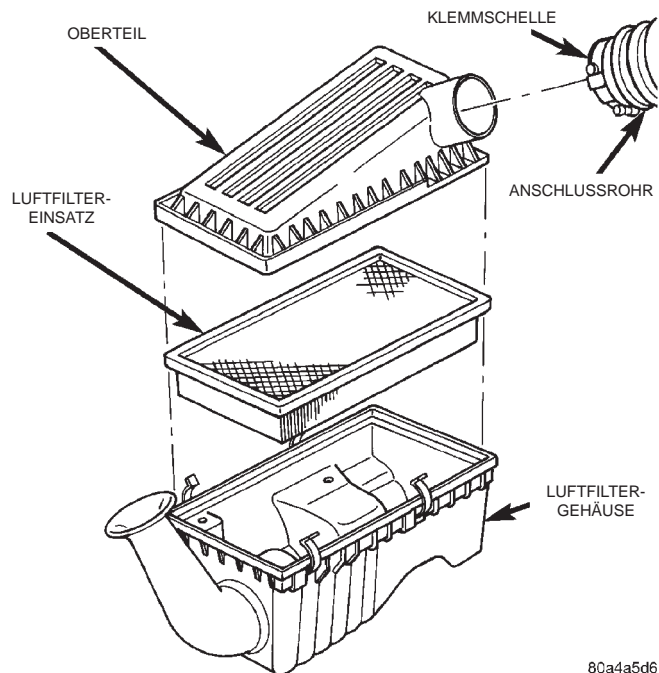

Abb. 51 Luftfiltereinsatz
(1) Die Klemmschelle des Anschlußrohrs am Luftfilter-Oberteil demontieren (Abb. 51).
(2) Das Anschlußrohr vom Luftfilter-Oberteil demontieren.
(3) Die Halteclips abhebeln, mit denen das Luftfilter-Oberteil am Luftfiltergehäuse montiert ist.
(4) Das Luftfilter-Oberteil abheben und so den Luftfiltereinsatz freilegen.
(5) Den Luftfiltereinsatz herausnehmen.